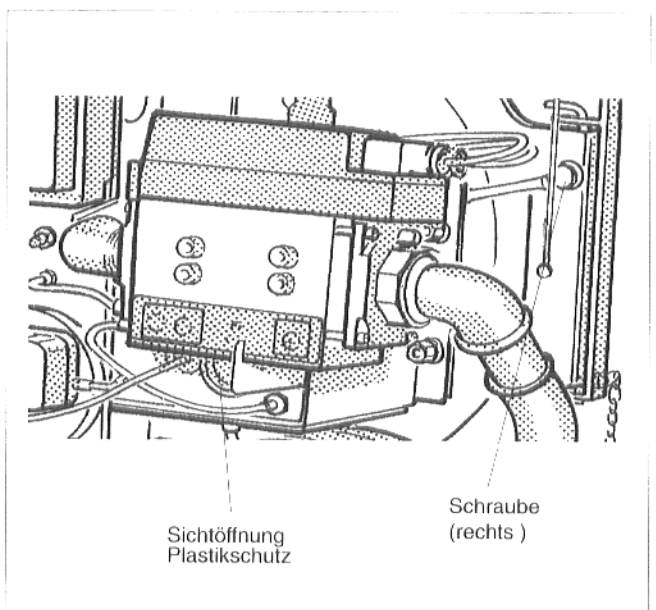

Abb.17: Schrauben lösen
- Schrauben (rechts und links) gleichmäßig lösen (Abb.17).
Die Düse muß in der Mischeinrichtung zentriert sein. Dies ist durch einen Blick durch das Schauloch (am besten mit abgenommenen Plastikschutz) zu überprüfen (Abb. 17 und 19).